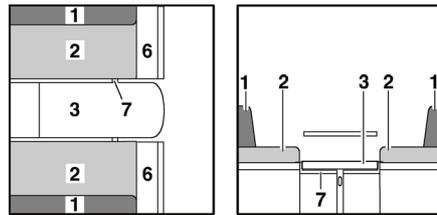

Bild 132 Während des Umbaus
- Sitzbankverlängerung (Bild 132,6) nach oben klappen und mit Klappe verkeilen.